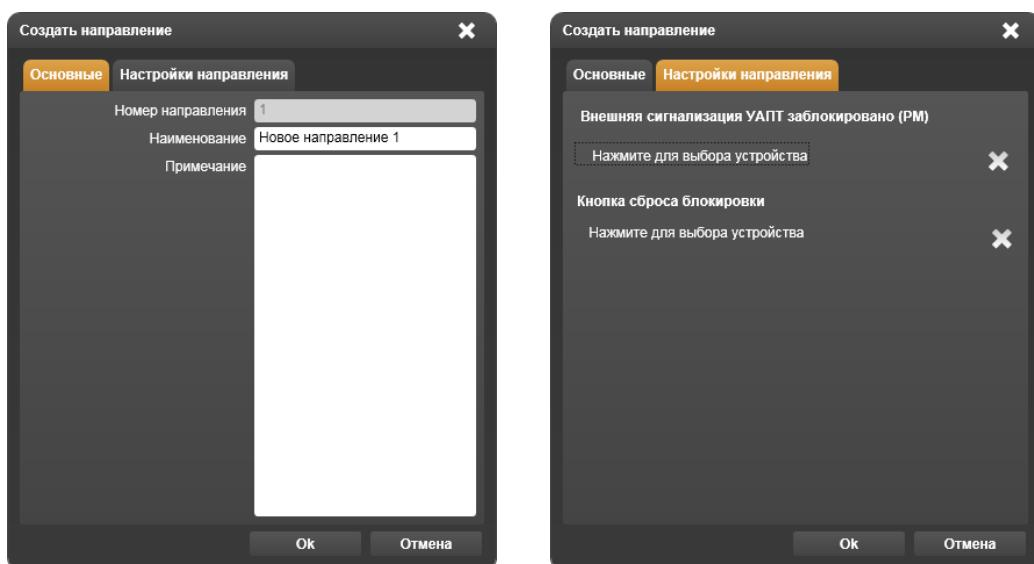

Рисунок 14.5.3 – Окно Создать направление,
– Добавить позволяет пополнять список направлений в левом вертикальном поле рабочей области. Если щелкнуть на этой кнопке, откроется окно **Создать направление** (Рисунок 14.5.3). Это же окно открывается выбором функции **Добавить** контекстного меню, вызываемого нажатием вспомогательной клавиши компьютерной мыши.